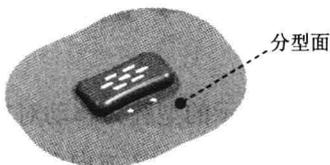

图 1.14 创建分型面
Step3. 在“分型面”对话框中,选择“条带曲面”单选项,单击“确定”按钮,系统返回至“分型管理器”对话框,创建的分型面如图1.14所示。